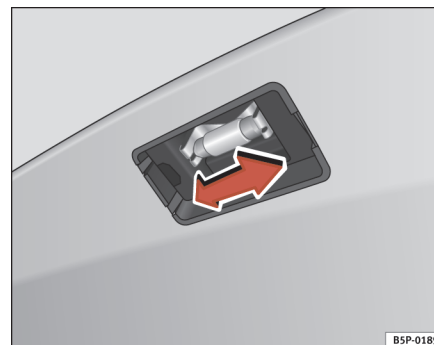

Fig. 201 Nummerpladelys
- Tag pæren ud i pilens retning ⇒ fig. 201. ■